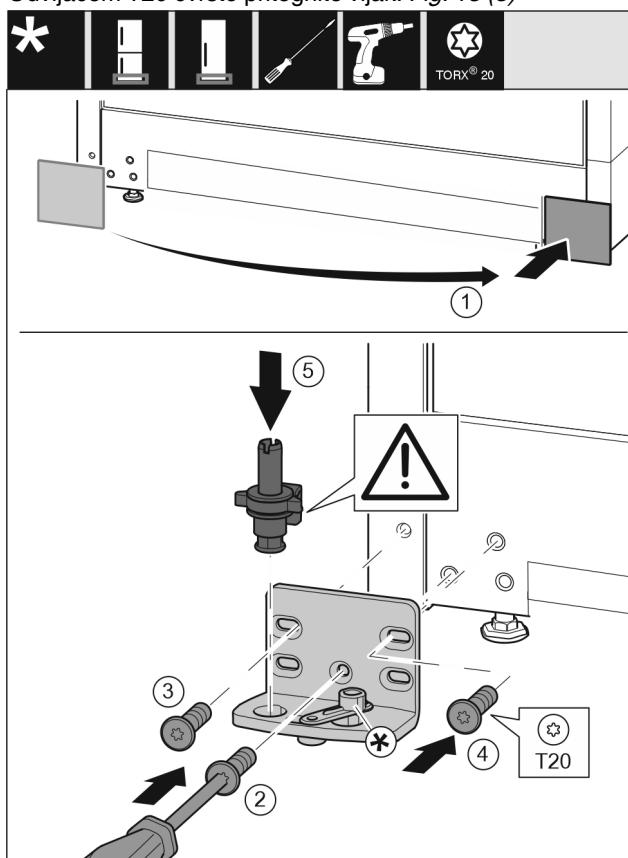

Fig. 14
- ▶ Skinite pokrov i postavite ga na drugoj strani. Fig. 14 (1)
- ▶ Postavite podložak ležaja na drugoj strani i zavijte pomoću odvijača T20. Započnite s vijkom 2 dolje u sredini. Fig. 14 (2)
- ▶ Pritegnite vijak 3 i 4. Fig. 14 (3,4)
- ▶ Kompletno umetnute podložak ležaja. Pri tome pazite da je ispuštenje za blokiranje okrenuto prema otvara. Fig. 14 (5)